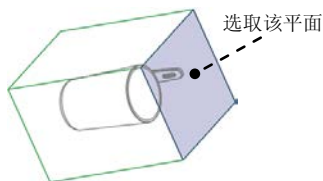

图 7.32 定义封闭面
④ 单击 **确定** **Done Refs (完成参考)** **Done/Return (完成/返回)** 命令，此时系统显示“封合”菜单。
(4) 定义封合类型。在“封合”菜单中选中 ☒ **Cap Plane (顶平面)** ☒ **All Loops (全部环)** 复选框，单击 **Done (完成)** 命令，此时系统显示“封闭环”菜单。
(5) 定义封闭环。根据系统 选择或创建一平面，盖住闭合的体积块。 的提示，选取图 7.32 所示的平面为封闭面，此时系统显示“封合”菜单。
(6) 在菜单栏中单击 **Done (完成)** **Done/Return (完成/返回)** **Done (完成)** 命令，完成收集体积块创建。